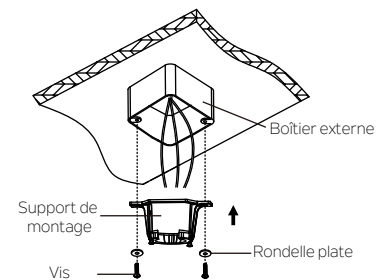

Fig. 5
Étape 1 . Avant de fixer le ventilateur au boîtier externe (non fournie), assurez-vous que le boîtier externe est solidement fixé à au moins deux points d'un élément de plafond structurel (une boîte libre fera vaciller le ventilateur). Faites passer les fils d'alimentation de 120 volts du boîtier de sortie au plafond par le centre du support de montage au plafond. Installez le support de montage du boîtier externe dans le plafond à l'aide des vis et des rondelles fournies avec le boîtier externe. (Fig. 5)